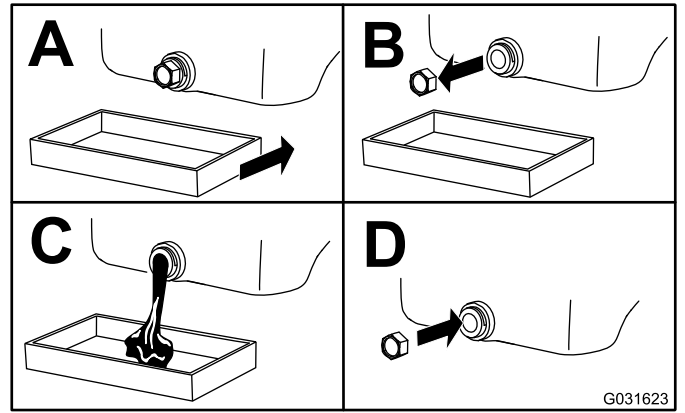

Figure 68
5. Vidangez l'huile moteur, comme montré à la Figure 68.